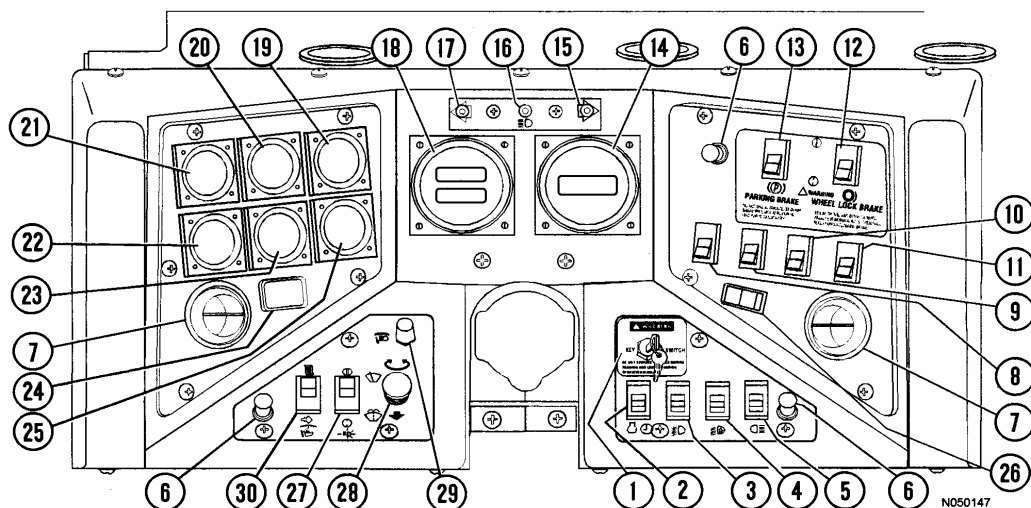

FIGURA 32-7. MEDIDORES, INDICADORES Y CONTROLES DEL PANEL
PANEL DE INSTRUMENTOS (Figura 32-7)
MEDIDORES, INDICADORES Y CONTROLES DEL PANEL (Figura 32-7)
El interruptor de partida (1, Figura 32-7) es un interruptor de tres posiciones (APAGADO, FUNCIONAMIENTO, PARTIDA).
2. Después de hacer partir el motor, ponga el Interruptor rest en posición de APAGADO (desactiva el modo de operación "rest"). Consulte interruptor rest (26, Figura 32-7).
El interruptor de detención del motor, con temporizador de retardo (2, Figura 32-7) es un interruptor oscilante de tres posiciones APAGADO, ENCENDIDO, TEMPORAL. Cuando se usa, el motor se deja en ralentí por aproximadamente 5 minutos antes que se produzca la detención real. La función de detención con retardo permite que el motor se enfríe lentamente reduciendo las temperaturas internas a medida que el refrigerante circula por el motor.
Los neblineros (3, Figura 32-7) son equipos opcionales útiles en condiciones de neblina y de lluvia intensa. Al presionar la parte superior del interruptor oscilante se encienden las luces. Al presionar la parte inferior del interruptor se apagan las luces.
El interruptor de luz de escalera (4, Figura 32-7) enciende o apaga las luces de la escalera antes o después de usarla. Al presionar la parte superior del interruptor oscilante se encienden las luces. Al presionar la parte inferior del interruptor se apagan las luces. Otro interruptor va montado en la parte delantera izquierda del camión cerca de la base de la escalera.
El interruptor de retroceso manual (5, Figura 32-7) permite encender las luces de retroceso para una mayor visibilidad y seguridad cuando el interruptor selector (vea Controles del Operador) no está en la posición de RETROCESO. Cuando el interruptor está en la posición de ENCENDIDO, se encenderá la luz indicadora de retroceso manual (B4, panel superior, Figura 32-8).
Las luces de encendido del panel (6, Figura 32-7) iluminan el panel de instrumentos. El brillo se controla mediante el interruptor del atenuador de la luz del panel (28).
Los respiraderos de aire acondicionado / cabina (7, Figura 32-7) están dispuestos en forma esférica y pueden ser dirigidos por el operador para proporcionar un mejor flujo de aire en la cabina.
(8, Figura 32-7) No Se Usa
La luz de la baliza giratoria opcional se activa por medio de un interruptor oscilante (9, Figura 32-7) cuando se mueve a la posición de ENCENDIDO.
El espejo con desempañador opcional, se activa por medio de este interruptor oscilante (10, Figura 32-7) cuando se mueve a la posición de ENCENDIDO.
(11, Figura 32-7) No Se Usa
El control de bloqueo de freno de las ruedas (12, Figura 32-7) se debe usar con el motor funcionando sólo para operaciones de carga y descarga. El interruptor de bloqueo de freno activa el sistema de freno hidráulico que bloquea **sólo los frenos de servicio de las ruedas traseras**. Al entrar en el área de pala o volteo, detenga el camión usando el pedal de freno de servicio de pie. Cuando el camión esté completamente detenido y en la posición de carga, aplique el bloqueo de frenos moviendo el interruptor oscilante al símbolo de ENCENDIDO. Para soltarlo, mueva el interruptor oscilante hacia el símbolo de APAGADO.
El freno de estacionamiento se aplica por resorte y se libera en forma hidráulica. Está diseñado para mantener detenido un camión cuando el motor se apaga y el interruptor de partida se gira a la posición de APAGADO. El camión debe estar completamente detenido antes de aplicar el freno de estacionamiento o el freno de estacionamiento puede resultar dañado. Para aplicar el freno de estacionamiento, presione el interruptor de control del freno de estacionamiento (13, Figura 32-7) hacia el símbolo de ENCENDIDO. Para liberar el freno de estacionamiento, presione el interruptor hacia el símbolo de APAGADO. Cuando el interruptor de partida esté en ENCENDIDO y el interruptor del freno de estacionamiento esté aplicado, se encenderá la luz indicadora del freno de estacionamiento (A3, panel superior, Figura 32-8).
El tacómetro (14, Figura 32-7) registra la velocidad del cigüeñal del motor en cientos de revoluciones por minuto (rpm).
El indicador (15, Figura 32-7) se enciende para indicar que los señalizadores de viraje a la derecha están funcionando cuando la palanca de señalizadores de viraje de la columna de dirección se mueve hacia arriba. Al mover la palanca a la posición central se apaga el indicador.
El indicador de luz alta (16, Figura 32-7), cuando se enciende, indica que las luces delanteras del camión están altas. Para poner las luces altas, presione la palanca indicadora de viraje. Para bajar las luces, vuelva a presionar la palanca indicadora de viraje.
El indicador (17, Figura 32-7) se enciende para indicar que los señalizadores de viraje a la izquierda están funcionando cuando la palanca de señalizadores de viraje de la columna de dirección se mueve hacia abajo. Al mover la palanca a la posición central se apaga el indicador.